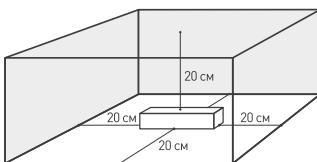
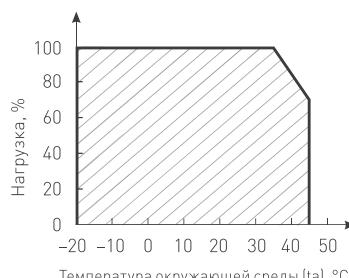

Рис. 1. Свободное пространство
Рис. 2. Максимальная допустимая нагрузка,
- 4.3. Для естественной вентиляции обеспечьте не менее 20 см свободного пространства вокруг источника питания, как изображено на рис. 1. При невозможности обеспечить свободное пространство используйте принудительную вентиляцию. В случае установки в ограниченном пространстве [например, лайбокс или профиль] предусмотрите обеспечение требуемого температурного режима источника питания согласно рис. 2.
- 4.4. Не нагружайте источник питания более чем на 80% от его максимальной мощности. Учитывайте, что с повышением температуры окружающей среды максимальная мощность источника питания снижается, см. график зависимости на рис. 2.